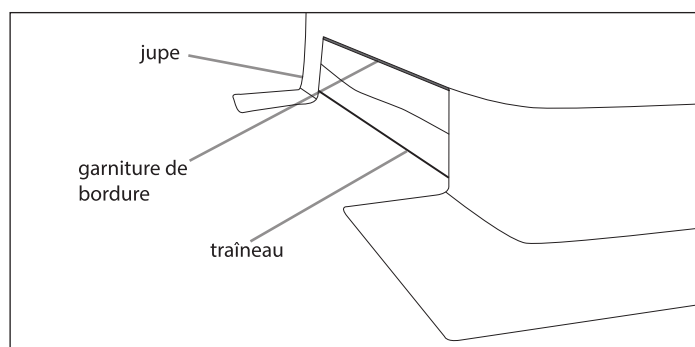

FIGURE 10
17. Bien tendre la toile et enfoncer la garniture de bordure sur le rebord du traîneau avec la toile de l'abri entre les deux. Il est important de maintenir la toile bien tendue et d'engager la garniture de bordure uniformément des deux côtés de l'abri jusqu'à ce qu'elle soit complètement en place. **VOIR FIGURE 10**